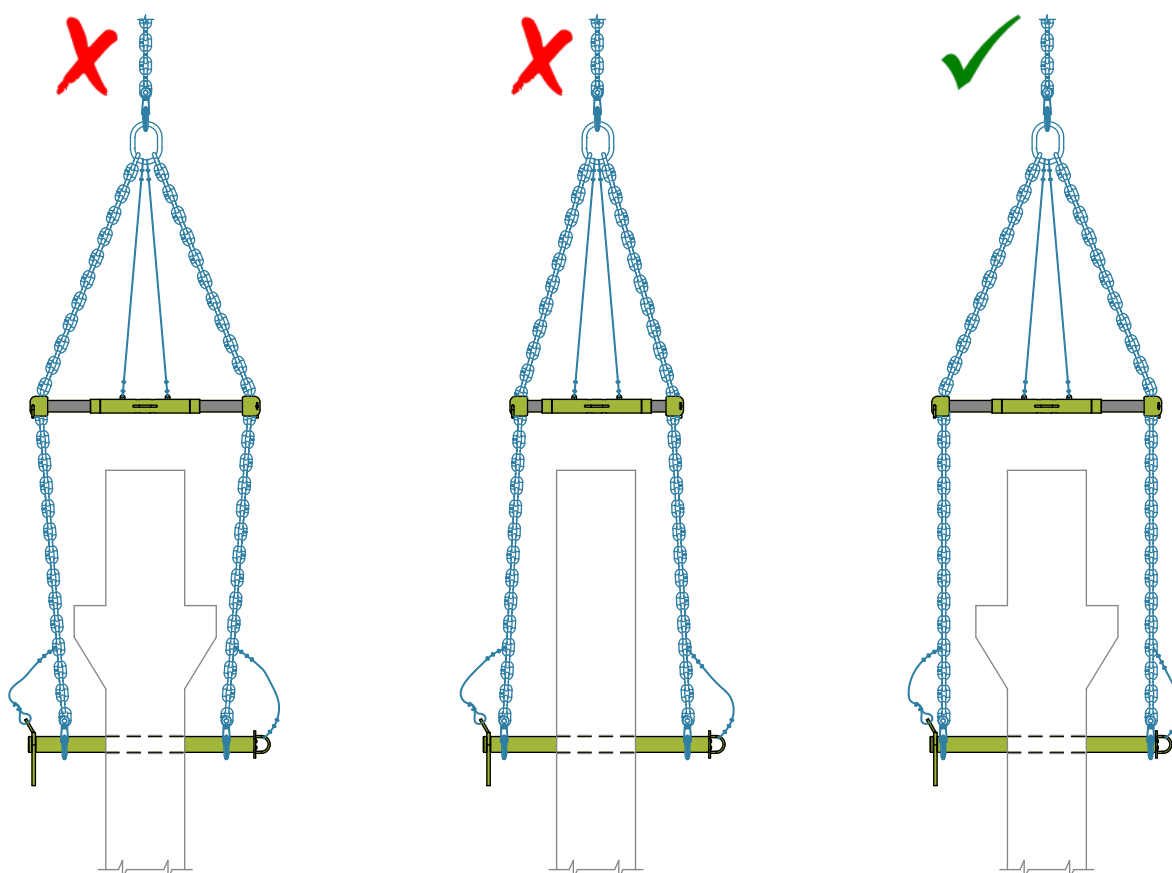

Figura 32. Posizionamento dell'imbracatura sul perno di sollevamento.
- I tiranti dell'imbracatura fra il distanziale e il perno di sollevamento devono sempre essere verticali. Nessuna inclinazione è permessa. (Figura 32)